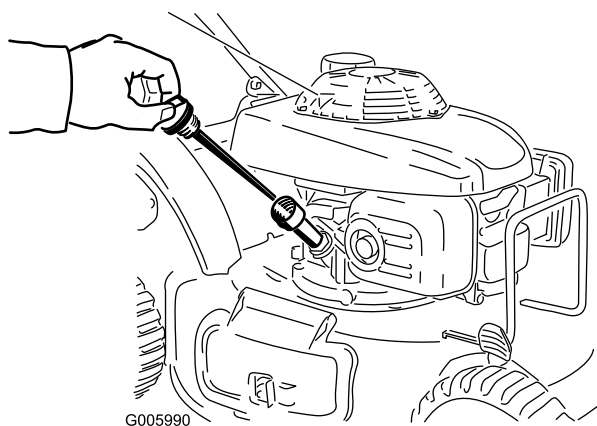

Figure 9
1. Retirez la jauge (Figure 9).
niveau sur la jauge, jusqu'à ce que la jauge indique que le moteur est plein, comme illustré (Figure 9). **Ne remplissez pas excessivement.** (Remplissage max. : 0,55 l (20 oz), type : huile détergente SAE 30W de classe de service API SH, SJ, SL ou supérieure.)